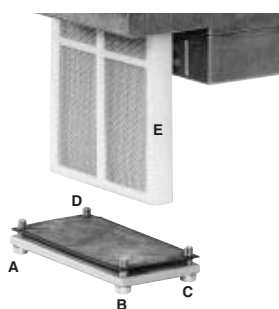

Fig. 36
- 2 Indepartati suruburile 1 ÷ 6 (Fig. 36).